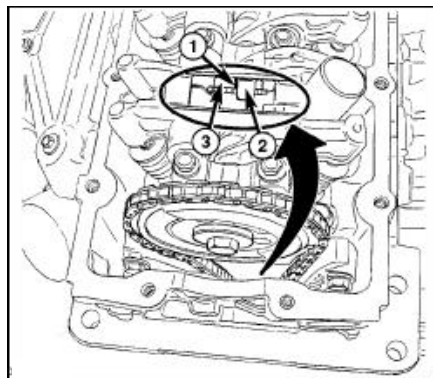

图. 12 凸轮正时标记
(5) 观察凸轮轴上正时链轮上的正时标记(图. 12)。
(6) 安装气门室盖。